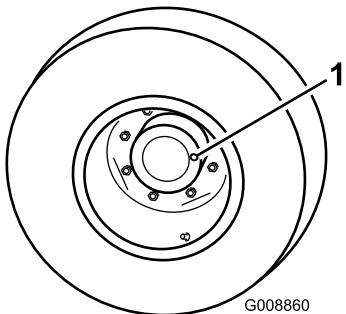

Figure 41
1. Garez la machine sur une surface plane et horizontale, tournez la roue de manière que le bouchon de contrôle/vidange (Figure 41) se trouve à la position 3 heures ou 9 heures.
- Retirez le bouchon du train planétaire (Figure 41). L'huile doit atteindre la base de l'orifice du bouchon de contrôle à l'arrière du frein.